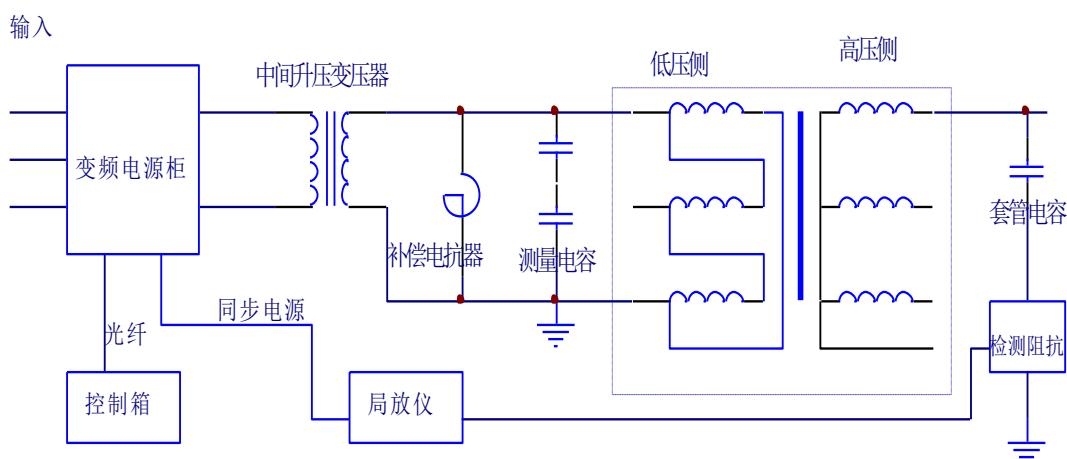

图 31 HMCXZW 型变频电源装置进行局部放电试验接
- 9.1.1 按照图 31 方式接好试验回路，确认无误后方可进行试验。先不接上被试品(包括补偿电抗器)进行空载升压试验，此过程可以校准试验电压，试验电压可以在测量电容上获取。接上被试品后，试验过程中，预先将频率调节至 150Hz。合闸后，升压至 20V 左右。然后调节频率，观察输出电流的变化。先启动“频率粗调”，当输出电流减小，就表明频率调节的方向正确；按照这个方向调节，在接近试验频率时，可以启动“频率细调”。直至电流最小，此时的频率就是试验频率（一般的，试验频率不要低于 100Hz）。然后升压到试验电压，在升压过程中要注意试验电流的变化，防止电流激增。适当时，可以微调频率。
- 9.1.2 在试验过程中，进行调频时，当输出电流没有明显变化。可以采取将试验频率设为 130~150Hz。或者在被试品的低压端添加补偿电抗器（图 31 所示），此时试验频率可能会高于 150Hz。